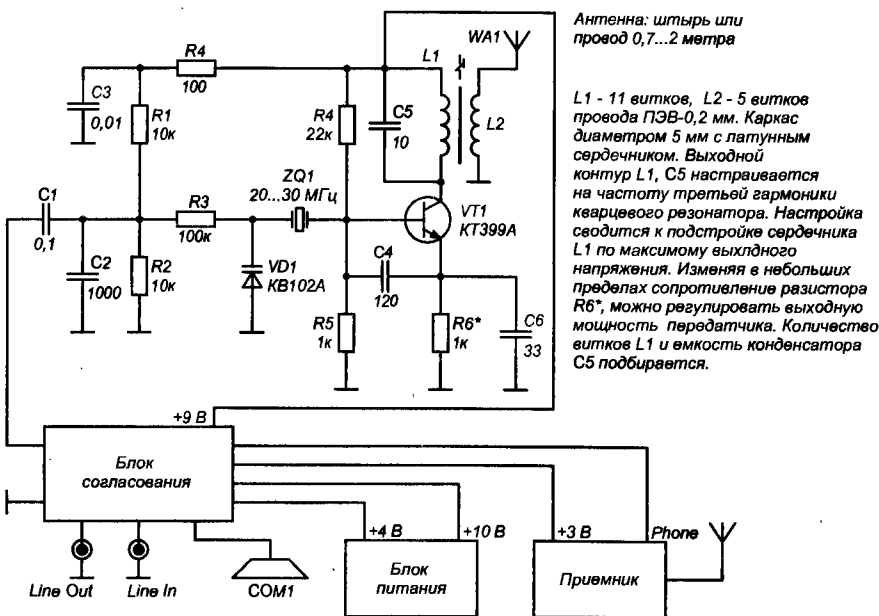

Рис. 4. Схема электрическая принципиальная радиолинка
1. На основе радиомикрофона и китайского приемника (рис. 4).